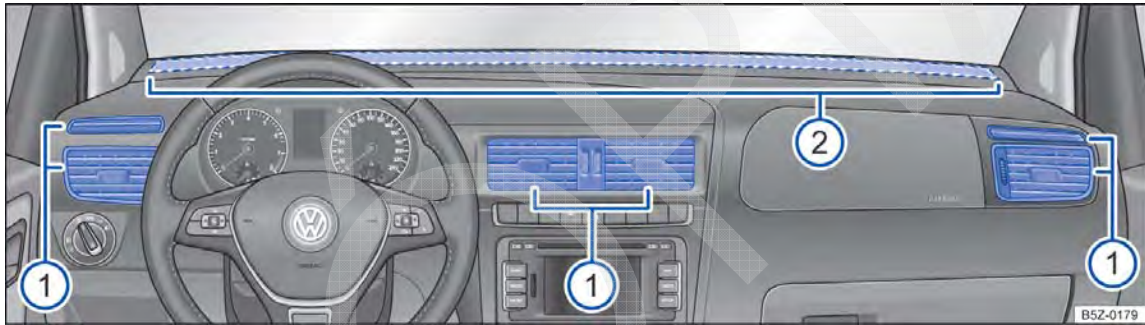

Fig. 123 No painel de instrumentos: difusores de ar.
Para que uma potência de aquecimento, uma refrigeração e uma entrada de ar suficientes sejam atingidas no interior do veículo, nunca fechar os difusores de ar completamente → Fig. 123 ①.
- Para abrir os difusores de ar ①, pressionar na parte superior do difusor de ar.
Há outros difusores de ar, não reguláveis. Encontram-se no meio do painel de instrumentos → **Fig. 123 ②**, nas áreas para os pés e na parte traseira do interior do veículo.